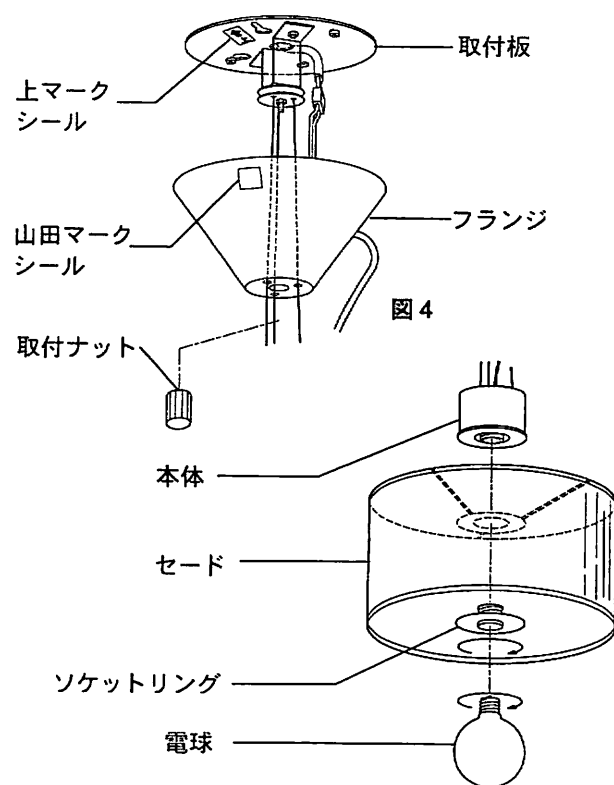

図5
4. 別売りのセードをセットします。(図5)
- ①ソケットにセード取付金具を入れて、ソケットリングで締め付けて固定してください。
5. 電球をセットします。(図5)
- ①セードの開口部から手を差し入れて、電球をソケットにねじ込みます。